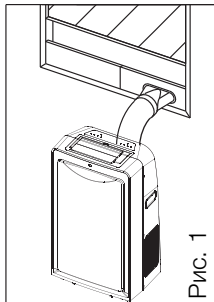

Рис. 1
Рис. 1а
- Высвободите сливной шланг из резинового хомута и извлеките из свободного конца шланга резиновую заглушку. Проложите шланг с уклоном, обеспечивающим слив жидкости самотеком, в бак вместимостью приблизительно 8 литров (см. рис. 1 и 2). После окончания слива воды закрепите шланг с помощью резинового хомута свободным концом вверх. Вставьте резиновую заглушку в свободный конец шланга. Если описанные выше операции выполнены неправильно, то конденсат может вытекать на пол.